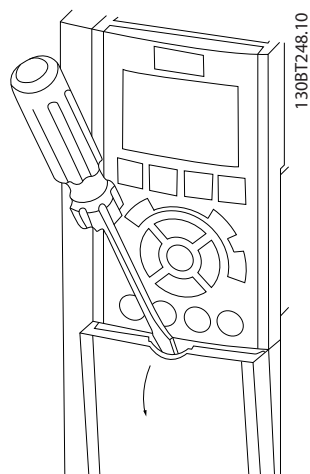

Рисунок 2.12 Доступ к подключениям элементов управления в корпусах А2, А3, В3, В4, С3 и С4
- Снимите крышку с помощью отвертки. См. *Рисунок 2.12*.